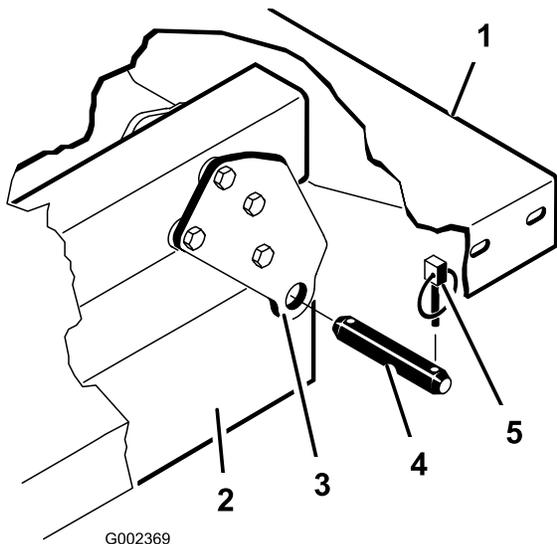

Figura 4
4. Retire os pinos de sujeição e os pinos de forquilha que prendem os apoios da articulação nos canais da estrutura (Figura 4)